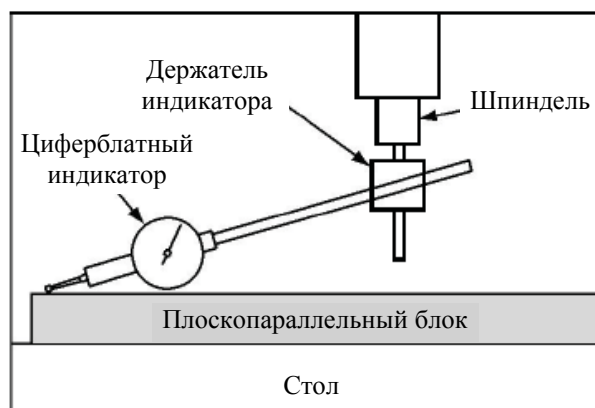

Рисунок 38. Установленный циферблатный индикатор.
4. Установите держатель индикатора в шпиндель или на пиноль, затем установите на него индикатор, чтобы точка была максимально параллельна плоскопараллельному блоку (см. **Рисунок 38** для примера).